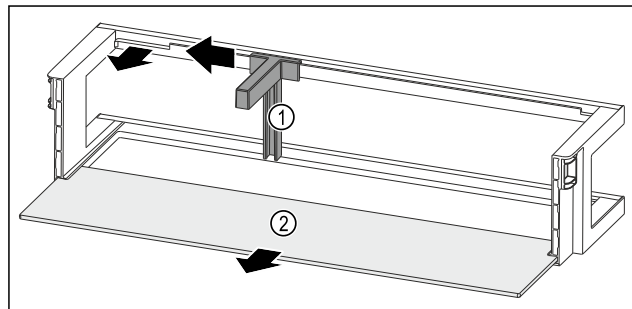

Fig. 94 带瓶托和搁板的门边存放架
- ▶ 将瓶托 Fig. 94 (1) 推至槽边。
- ▶ 取出瓶托 Fig. 94 (1)。
- ▶ 取出搁板 Fig. 94 (2)。